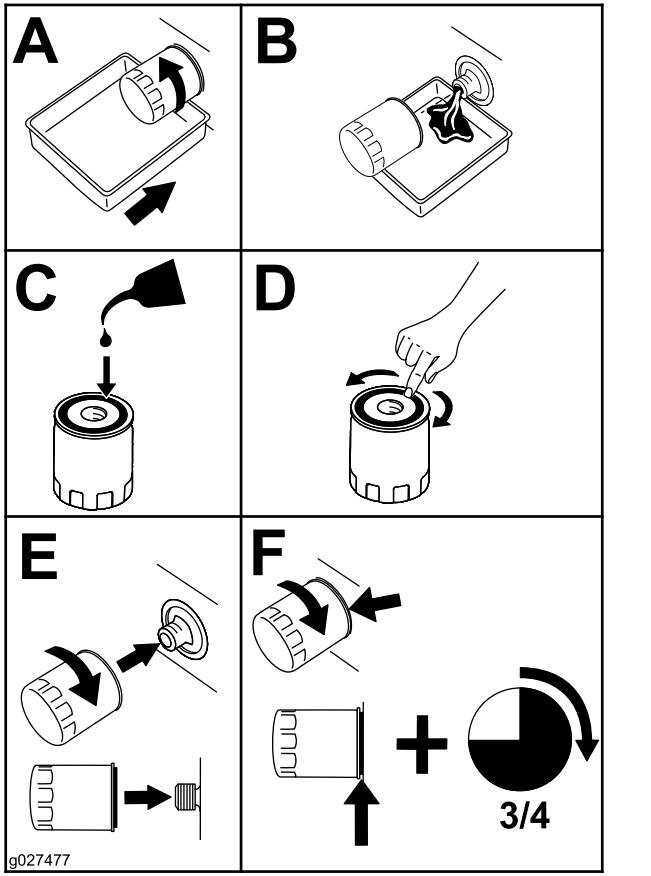

Figura 40
5. Sustituya el filtro de aceite del motor (Figura 40).